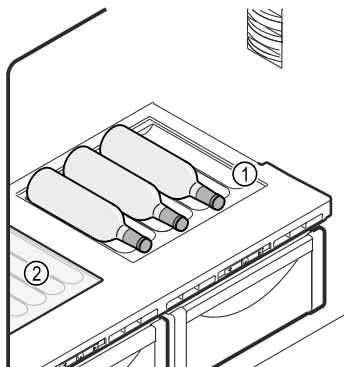

Fig. 52 Représentation à titre d'exemple
- ▶ Soulever la plaque de verre ou les deux plaques de verre (1) au niveau de l'évidement avant de la/les retirer.
- ▶ Insérer la plaque de verre Fig. 52 (2) sous le compartiment à bouteilles amovible.